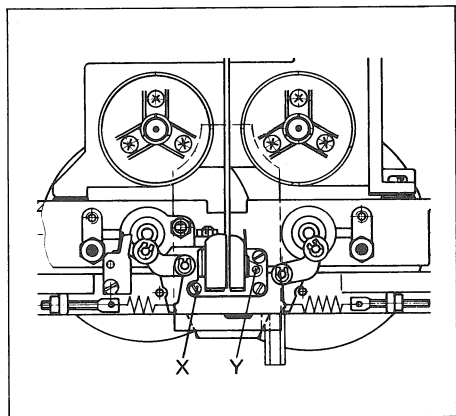

Fig. 5.4
- Mit Schraube X (Fig. 5.4) den Ausgangspegel beider Kanäle auf maximale Ausgangsspannung einstellen.
- With screw X (Fig. 5.4), adjust the output level of the two channels for maximum output voltage.
- Réglez à sa valeur maximale le niveau de sortie des deux canaux grâce à la vis X (fig. 5.4). (Pour effectuer ce réglage, on peut se servir d'un phase-mètre et régler à l'erreur de phase minimale.)
- Mit Kreuzschlitzschraubendreher Größe 00 Schraube Y (Fig. 5.4) so einstellen, dass für beide Kanäle ein Pegelmaximum erreicht wird (minimale Phasendifferenz).
- With screwdriver size 00 for cross recessed head screws adjust screw Y (Fig. 5.4) in such a manner that maximum level is obtained for both channels (minimum phase difference).